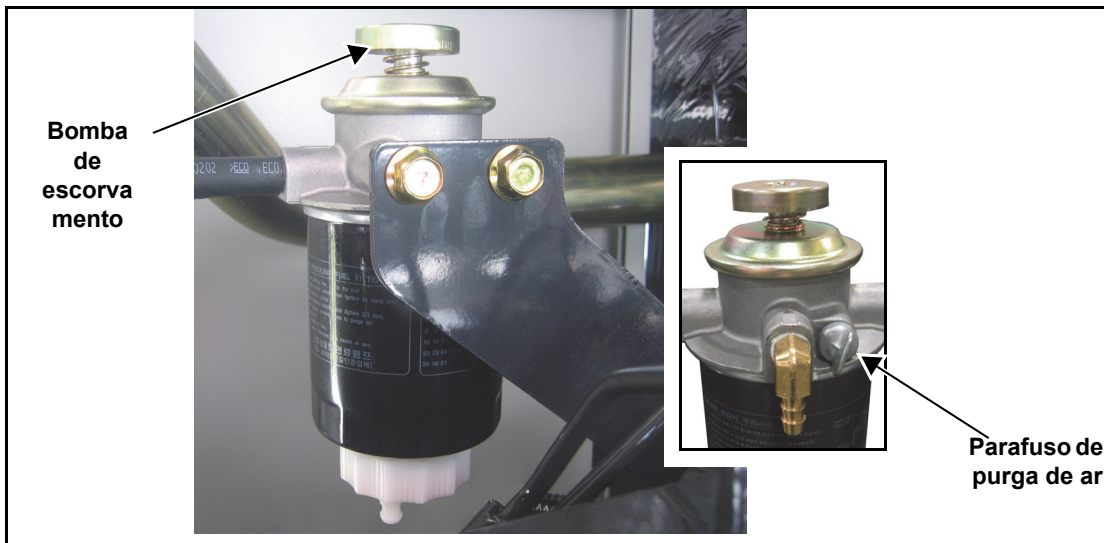

Figura 3-3. Retire o ar do sistema de combustível
1. Ver Figura 3-3. afrouxe o parafuso de purga de ar e acione a bomba de escurvamento até que apareçam bolhas. Coloque um pano em torno do parafuso de purga para absorver qualquer perda de água/combustível.